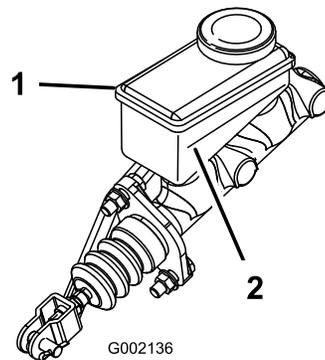

图 64
5. 观察油箱侧面的油位线 图 64。
- B. 向油箱添加 DOT 3 刹车油直至液位到达最低标志线上方 图 64。